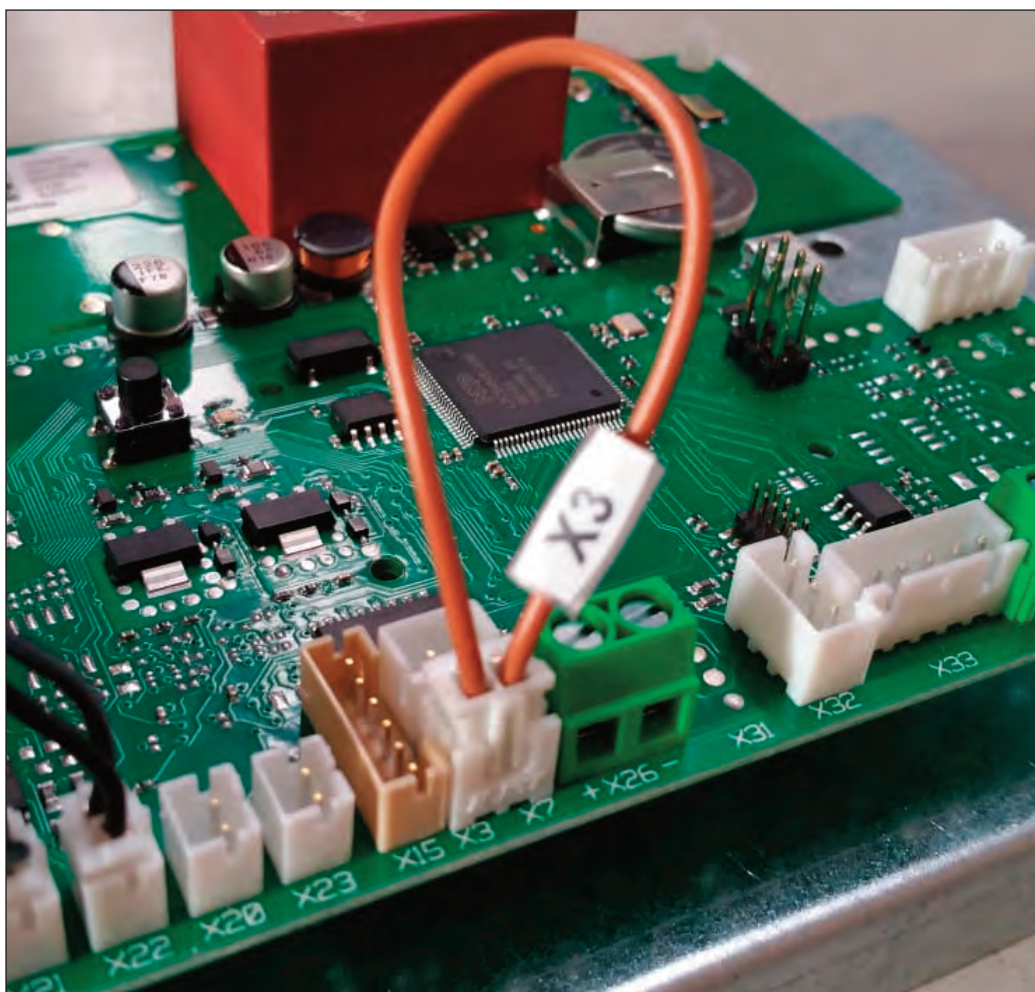

Fig. 18
- L'unità è dotata di un contatto pulito per lo start/stop da remoto (fig. 18). Si tratta del contatto indicato con la sigla X3 cui è connesso nella unità un connettore con ponte realizzato da alcuni centimetri di filo elettrico.
- The unit is equipped with a clean contact for remote start / stop (fig. 18). This is the contact indicated with the initials X3 to which a connector with a bridge made of a few centimeters of electric wire is connected in the unit.